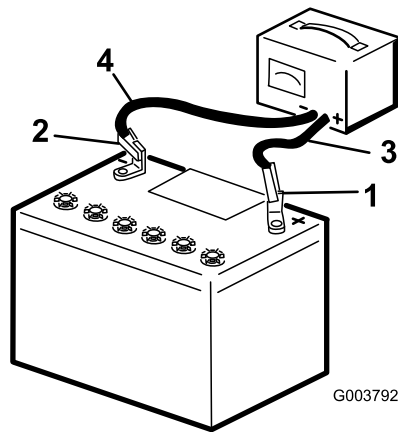

図 33
- 25-30アンペアで10-15分、または4-6アンペアで30分、バッテリーを充電する 図 33。充電しすぎないように注意すること。
3. 充電が終わったら、チャージャのプラグをコンセントから抜いてから、チャージャのリード線をバッテリー端子から外す 図 33。